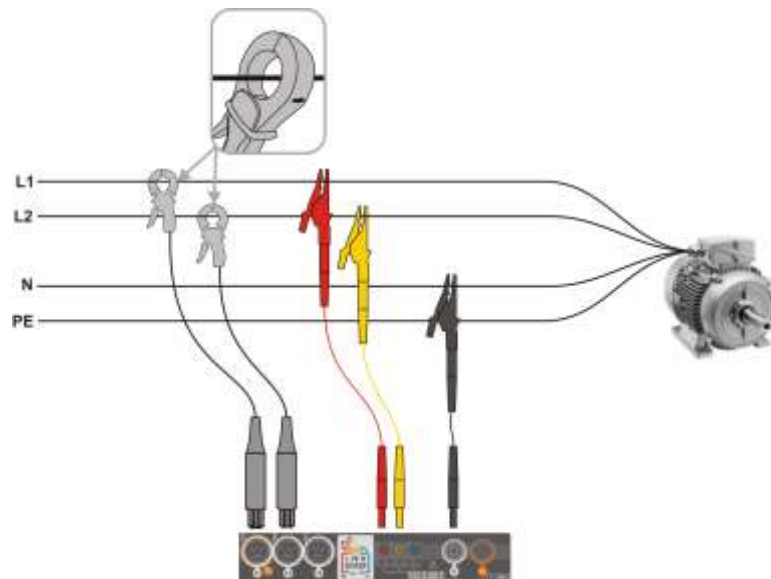

Рис. 6.5 Схема подключения – двухфазная сеть
- Двухфазная (с разделенной обмоткой трансформатора, англ. *split phase*) (Рис. 6.5);